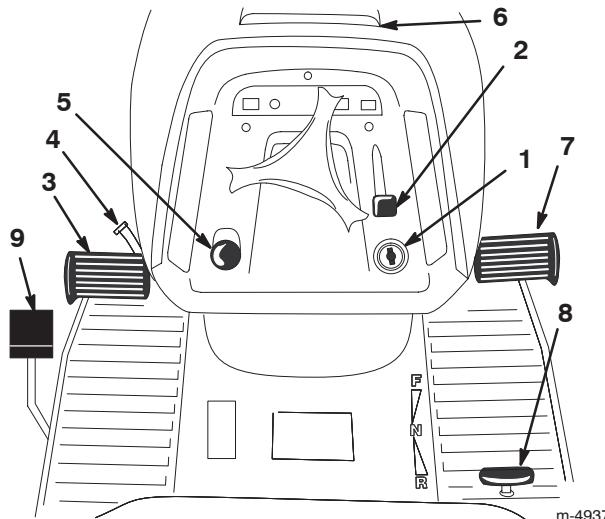

Figure 2
Avant de mettre le moteur en marche et d'utiliser le tracteur, familiarisez-vous avec toutes les commandes (Fig. 2).
- Appuyez sur la pédale de frein (Fig. 2) et maintenez-la enfoncée.
- Tournez le levier de frein de stationnement (Fig. 2) dans le sens anti-horaire et relâchez progressivement la pédale de frein.
- Enfoncez la pédale de frein (Fig. 2).